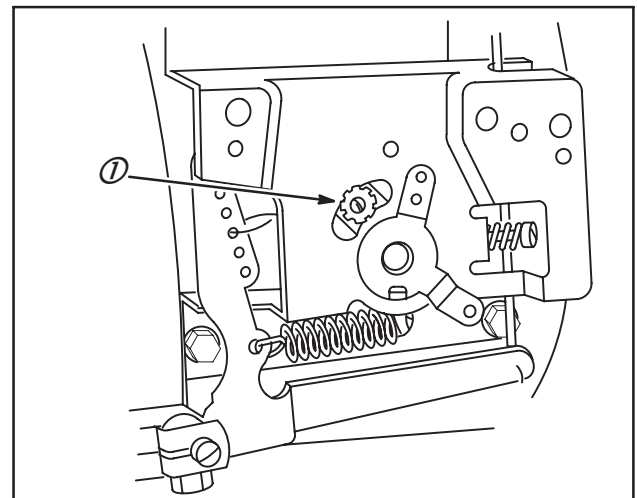

Fig. 33
3. Régler la commande d'accélération au régime souhaité et serrer la vis de régime fixe (1), Fig. 33.